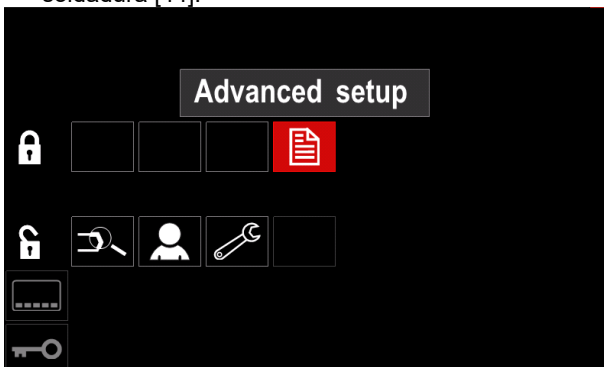

Figura 45.
- Presione la perilla derecha [36]. El icono del parámetro seleccionado desaparecerá de la parte inferior de la pantalla (Figura 45.). Este parámetro también desaparece de la barra de parámetros de soldadura [44].